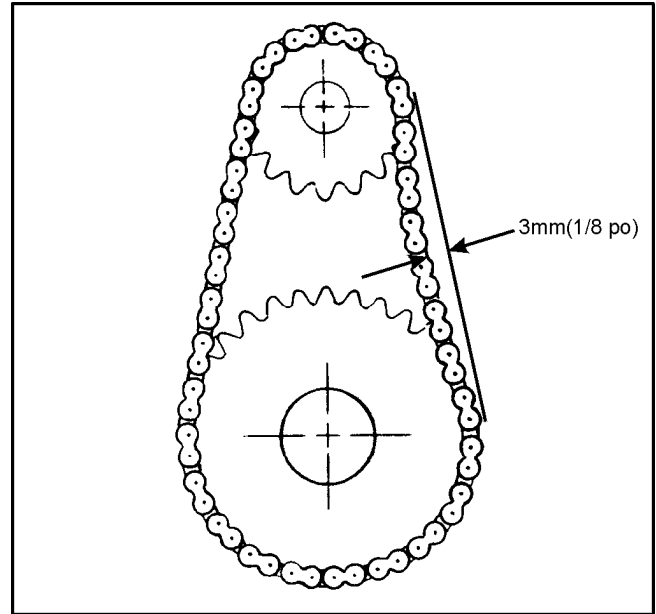

Figure 7-12. Mesure de la déflexion des chaînes intermédiaires.
Pour vérifier le réglage des chaînes intermédiaires, pousser la chaîne sur le côté relâché et mesurer la déflexion (figure 7-12). Régler la chaîne intermédiaire si la déflexion est plus que 3 mm (1/8 po).
3. Tourner le boulon de réglage vertical dans le sens des aiguilles d'une montre pour soulever le bloc de puissance et resserrer les chaînes intermédiaires. Les chaînes intermédiaires sont correctement réglées lorsque la déflexion est de 3 mm (1/8 po) (figure 7-12).